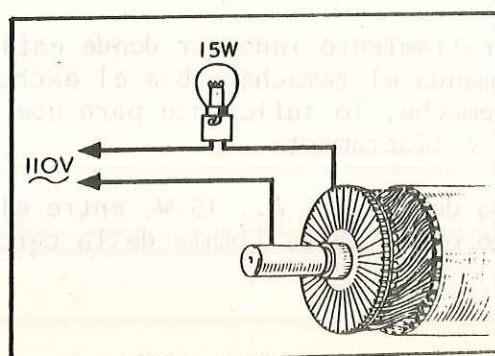

Fig. N2-20 Comprobación del aislamiento del inducido
- 3.1.1. Conectar los terminales de una lámpara de 110 o 220 voltios y 15 watos entre cada una de las delgas y el eje del inducido (Fig. N2-20).